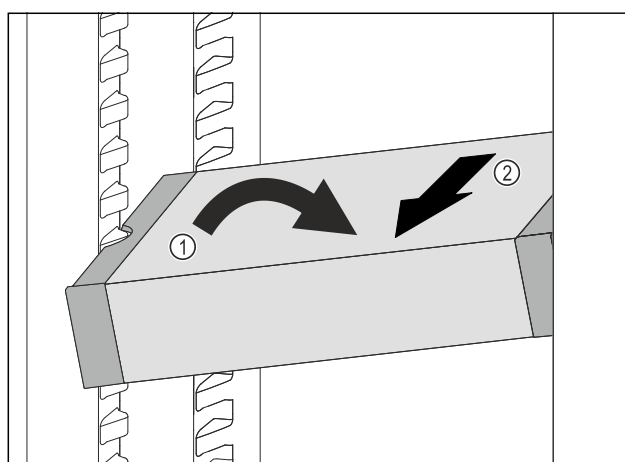

Fig. 112
- ▶ Stil VarioSafe på skrå ind i kølesektionen. Fig. 112 (1)
- ▶ Tag VarioSafe ud fremefter. Fig. 112 (2)